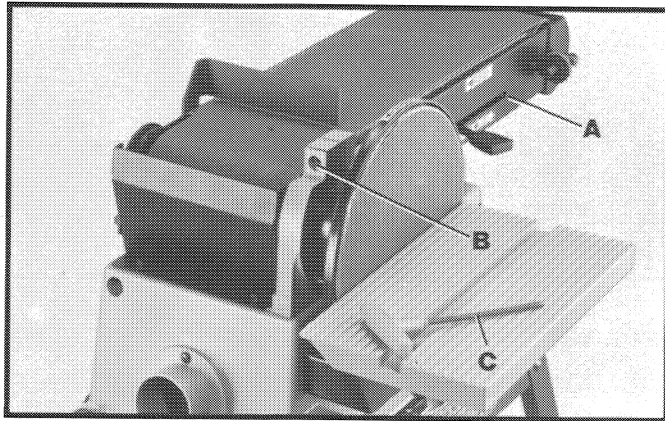
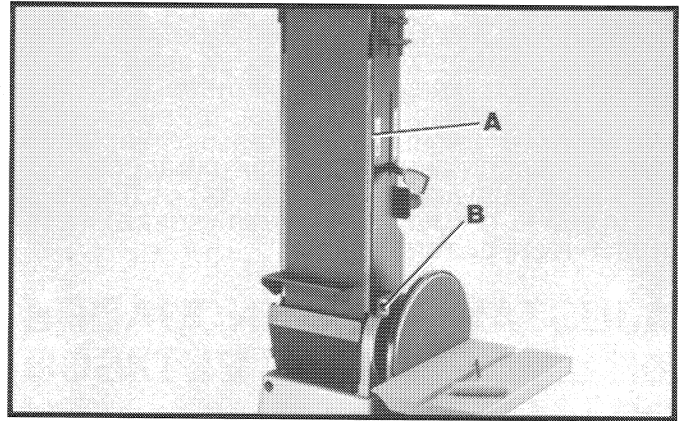

Fig. 22
Fig. 23
1. El brazo de lijado (A) puede utilizarse en la posición horizontal, como puede apreciarse en la Fig. 22, o en la posición vertical, como aparece en la Fig. 23, o en cualquier ángulo intermedio, con sólo aflojar el tornillo (B) con la llave hexagonal (C) suministrada, colocando el brazo (A) al ángulo deseado, y apretando el tornillo (B).